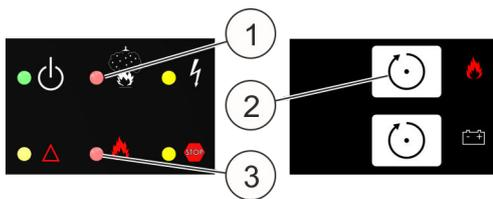

Abb. 40: LEDs und [Reset]-Taste
- „Brandalarm Melder 1“, „Voralarm“, LED "Löschanlage angesteuert" blitzt (Abb. 40/1)
- „Feuer“, LED "Löschanlage ausgelöst" (Abb. 40/3)
- Zurücksetzen des Alarms mit der oberen [Reset]-Taste (Abb. 40/2) nach frühestens 2 Minuten, damit das Prüfgas komplett aus der Messkammer entweichen kann. Die roten LEDs erlöschen und die Alarmmeldungen im Display werden gelöscht.